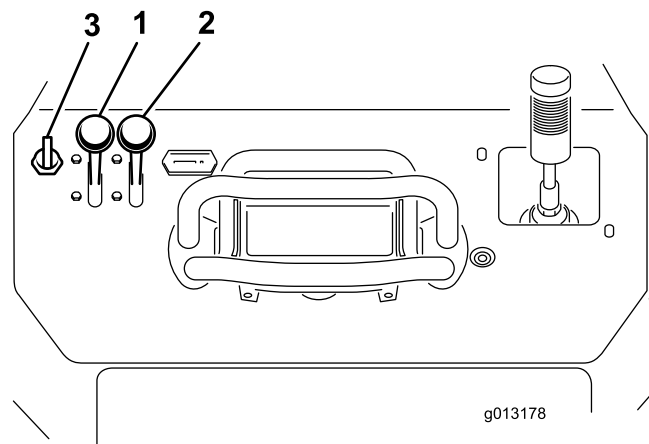

Figura 20
1. Portate la leva dell'acceleratore al centro tra le posizioni minima e massima (Figura 20).
2. Spostatelo starter in posizione On (Figura 20).
3. Girate la chiave in posizione On (Figura 20). Rilasciate la chiave quando il motore si avvia.
4. Spostatelo gradualmente lo starter in posizione Off (Figura 20). Se il motore si ferma o esita, riavviate lo starter finché il motore non si sarà scaldato.
5. Spostatelo la leva dell'acceleratore nella posizione desiderata (Figura 20).
2. Spostatelo la leva dell'acceleratore in posizione Slow (Figura 20).
3. Girate la chiave in posizione off (Figura 20).